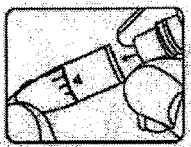

Figura 22
PASO 1: Gire la tapa del dispositivo de punción para quitarla. Consulte la figura 22.